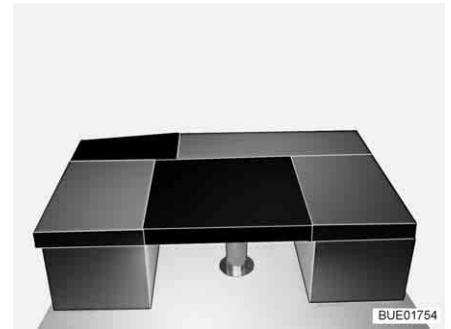

Bild 131 Efter ombyggnaden
- Lägg den rektangulära extra dynan på bordet (framför sittbänkens sittdyna, se Bild 131).